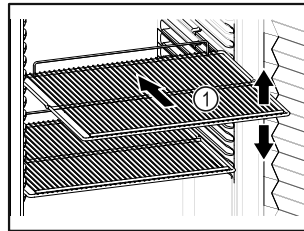

Fig. 30 Przykładowa prezentacja
- Jeśli ruszty do składowania Fig. 30 (1) są ruchome, należy je ustawić odpowiednio do wysokości.